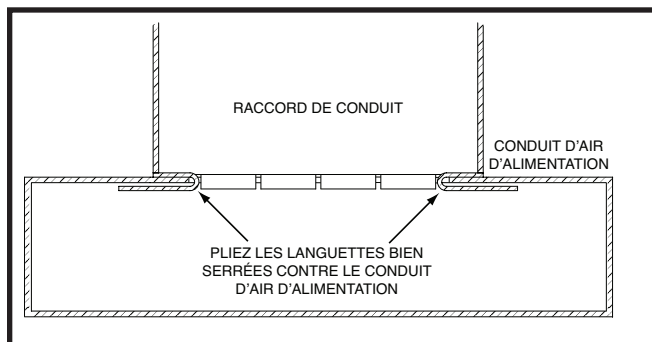

Figure 11. Languettes du raccord de conduit
8. Pliez les deux languettes vers le haut de 90° sur la plaque de montage. Voyez la Figure 11 \(page 8\).